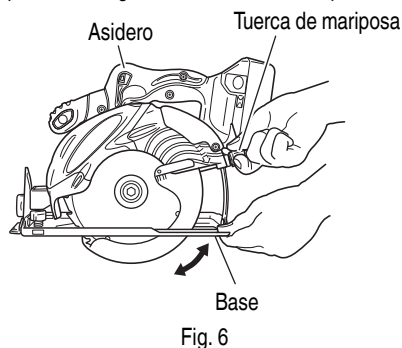

Fig. 6
Si la tuerca de mariposa de ajuste de la profundidad de corte (Fig. 6) estuviese floja, podrían producirse lesiones. Cerciérese de que esté apretada con seguridad.
1. Ajuste de la profundidad de corte (Fig. 6)